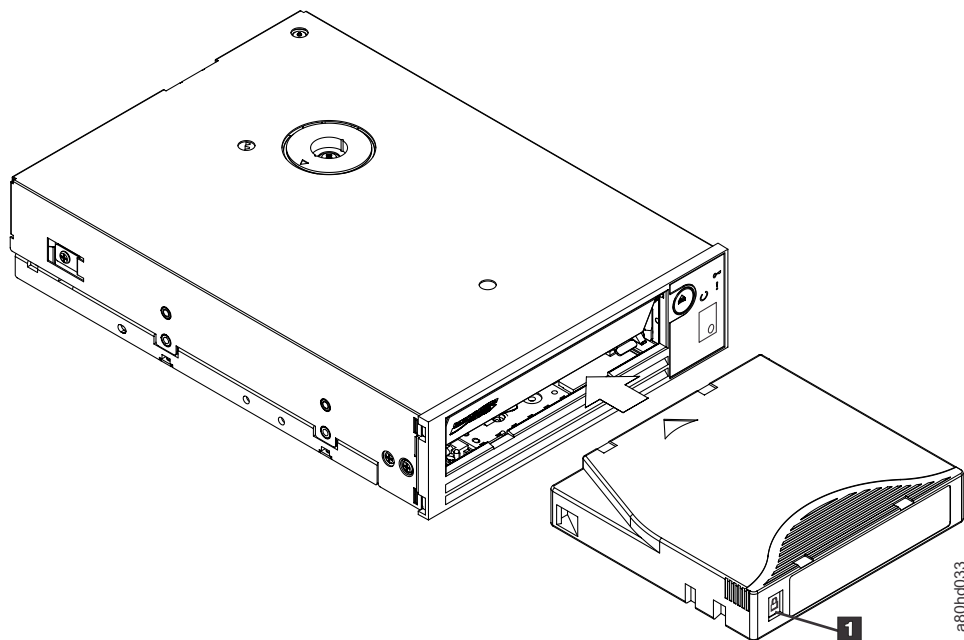

Figure 3-5. Chargement
4. Faites glisser la cartouche dans le compartiment de chargement de la bande (voir figure 3-5). Le lecteur de bande charge automatiquement la cartouche.